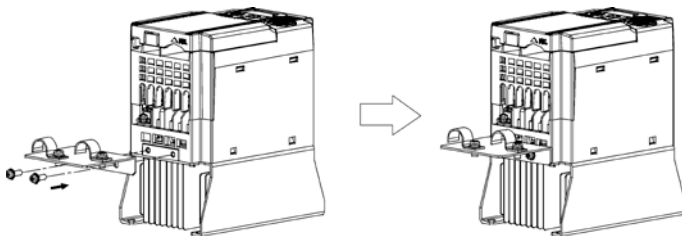

図 11.1 EMC 対応用シールドアース金具の取付け方法
- 1) インバータに付属の EMC 対応用シールドアース金具をねじで取り付けます。（図 11.1 参照）